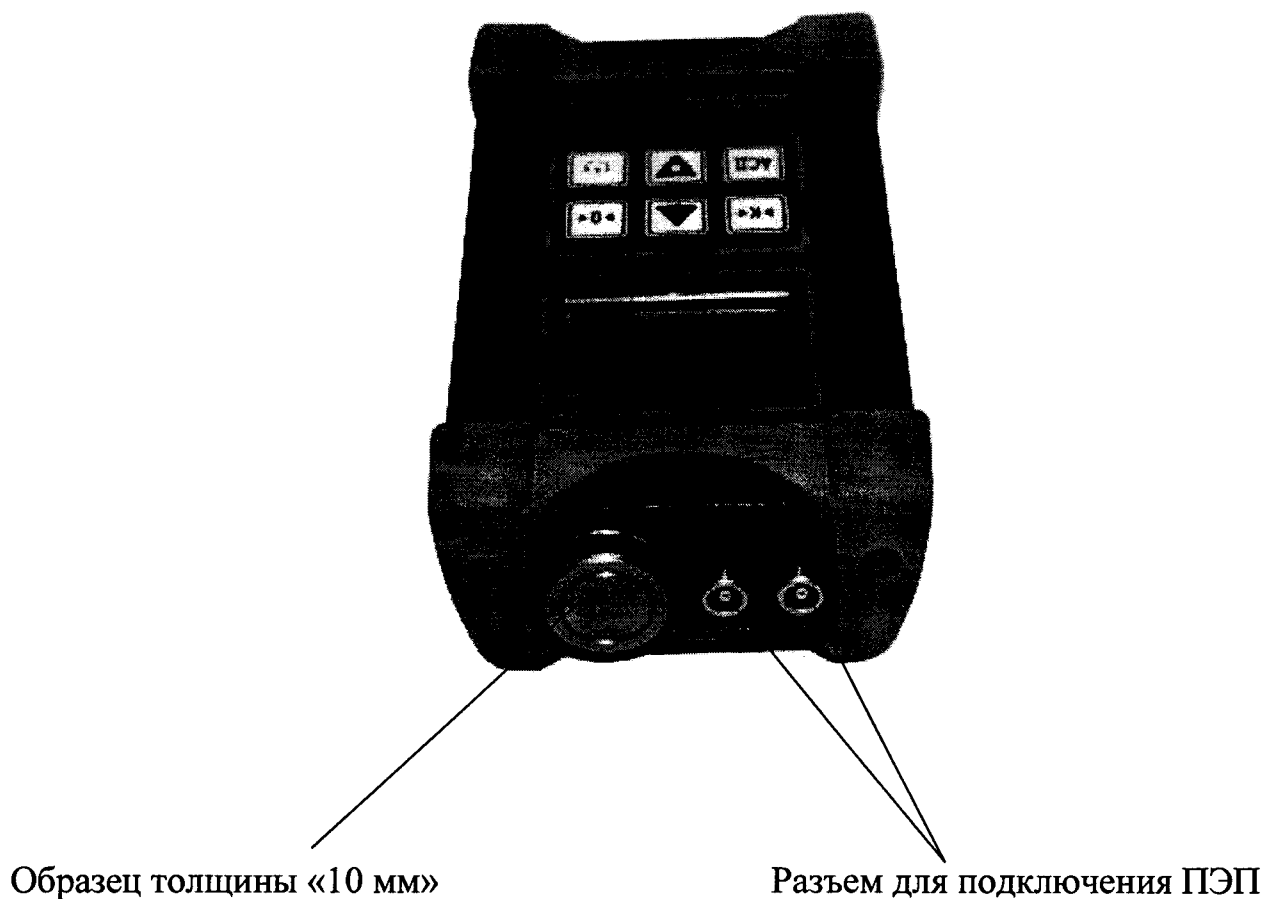

Рисунок 4 – Верхняя панель толщиномера ТУЗ-7
На верхней панели корпуса находится образец толщины «10 мм» и разъем для подключения ПЭП (Рисунок 4).
Необходимо выбрать соответствующий ПЭП на требуемый диапазон толщины измеряемых изделий. Присоединить соединительный кабель «ПЭП/толщиномер» к разъему подключения ПЭП толщиномера (Рисунок 4).
3) Нанесите контактную жидкость (несколько капель) на встроенную меру толщины «10 мм» (Рисунок 4).